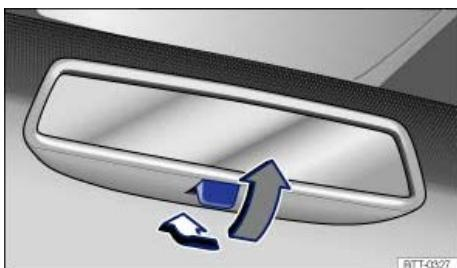

Abb. 122 An der Frontscheibe: Manuell abblendbarer Innenspiegel.
- Zum Abblenden Hebel nach hinten ziehen ⇒ Abb. 122 .